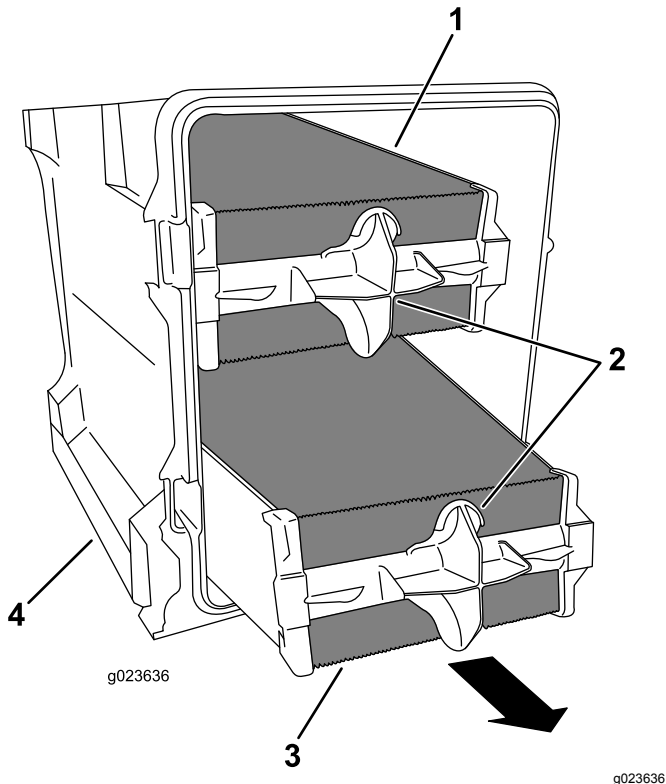

Figure 89
4. Utilisez les poignées du filtre à air pour déposer le préfiltre du couvercle du filtre à air (Figure 89).